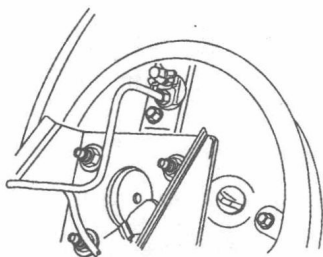
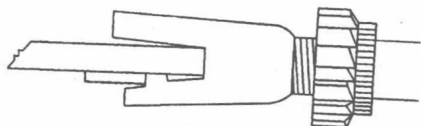

图 1-19 将下回位弹簧
图 1-20 调整后制动器
- (1) 用压紧弹簧、垫圈和销安装从蹄和摩擦衬片总成。
- (2) 确认驻车制动器拉线排布正确并已连接至制动蹄杆。
- (3) 将下回位弹簧紧固到制动蹄上。
- (4) 将领蹄和调节器总成靠底板放置。
- (5) 将下回位弹簧紧固到领蹄上，如图 1-19 所示。
- (6) 安装调节器总成。
- (7) 将调节器尽可能拧入。
- (8) 朝向底板放置弹簧卡夹。
- (9) 用压紧弹簧安装领蹄。
- (10) 连接领蹄上连杆至弹簧的插头，该插头对上回位弹簧施加张紧力。
- (11) 将上回位弹簧从弹簧连杆安装至制动蹄。
- (12) 确保调节器总成螺母被一直拉伸到止动点。
(13) 调整后制动器, 如图 1-20 所示。
(14) 安装制动鼓。
(15) 调整驻车制动器。